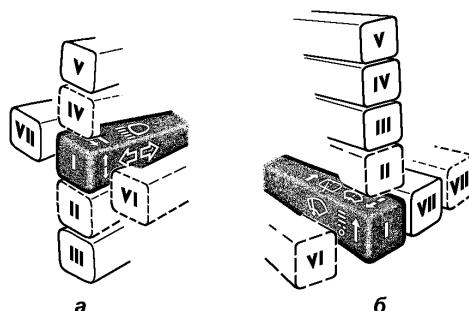

Рис. 3.2. Многофункциональные подрулевые переключатели:
**3 -рычаги многофункционального подрулевого переключателя (положения рычагов см. на рис. 3.2);**
**Рычаг переключателя указателей поворота и света фар (см. рис. 3.2 а) имеет следующие положения :**
**Рычаг переключателя стеклоочистителя и омывателя (см. рис. 3.2 б) имеет следующие положения:**